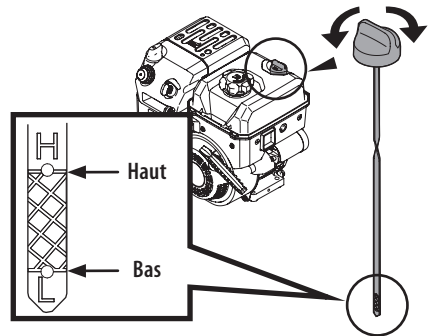

Figure 2
- Maintenir le niveau d'huile entre les repères haut (« H ») et bas (« L ») de la jauge. Voir (Figure 2).
1. Retirez le bouchon et essuyez la jauge. Voir (Figure 2).
3. Dévissez le bouchon et retirez la jauge du tube de remplissage. Vérifiez le niveau d'huile. S'il est sous le repère bas (« L »), ajoutez lentement de l'huile jusqu'à ce que le niveau soit au repère haut (« H »). Voir Figure 2.